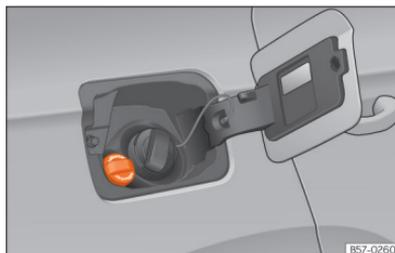

Fig. 188 Tampa do bocal de enchimento do reservatório do AdBlue®.
- Abrir a tampa do depósito »» **Fig. 188.**
- Gire o tampão de fecho do bocal de enchimento de SCR para a esquerda »» Fig. 188.